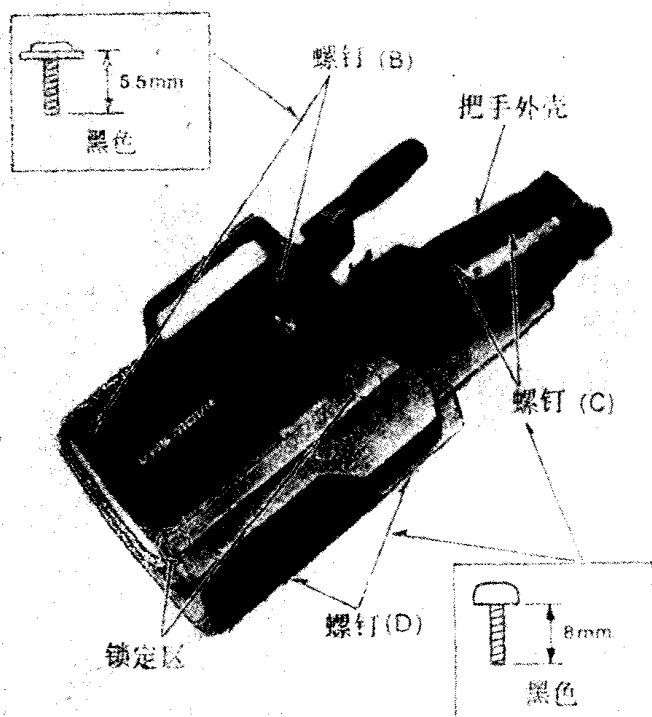

图 2-4
- (1) 卸掉图 2-4 中所示的两个螺钉(C)。
- (2) 卸掉图 2-4 中所示的两个螺钉(D)。